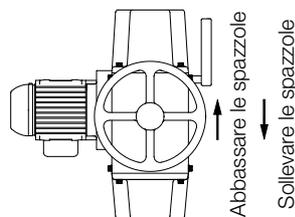

Figura 5.3: Volantino per la movimentazione manuale
Con la leva (8) su posizione "Manuale", ruotare il volantino (7) per sollevare le spazzole e mettere in corto gli anelli collettori o abbassare le spazzole e interrompere il corto degli anelli collettori come mostrato in Figura 5.3.